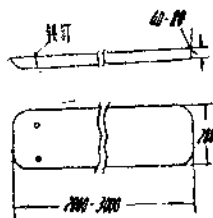

图 14
(2) 在局部松软地方，机器在接近松软处用牵引绳吊起垫下两块大木板，板头上插两棵大铁钉便于机器把板子拖着前进如图14，待过了松软处，即把铁钉抽出来，机器继续前进，板子便丢下来。